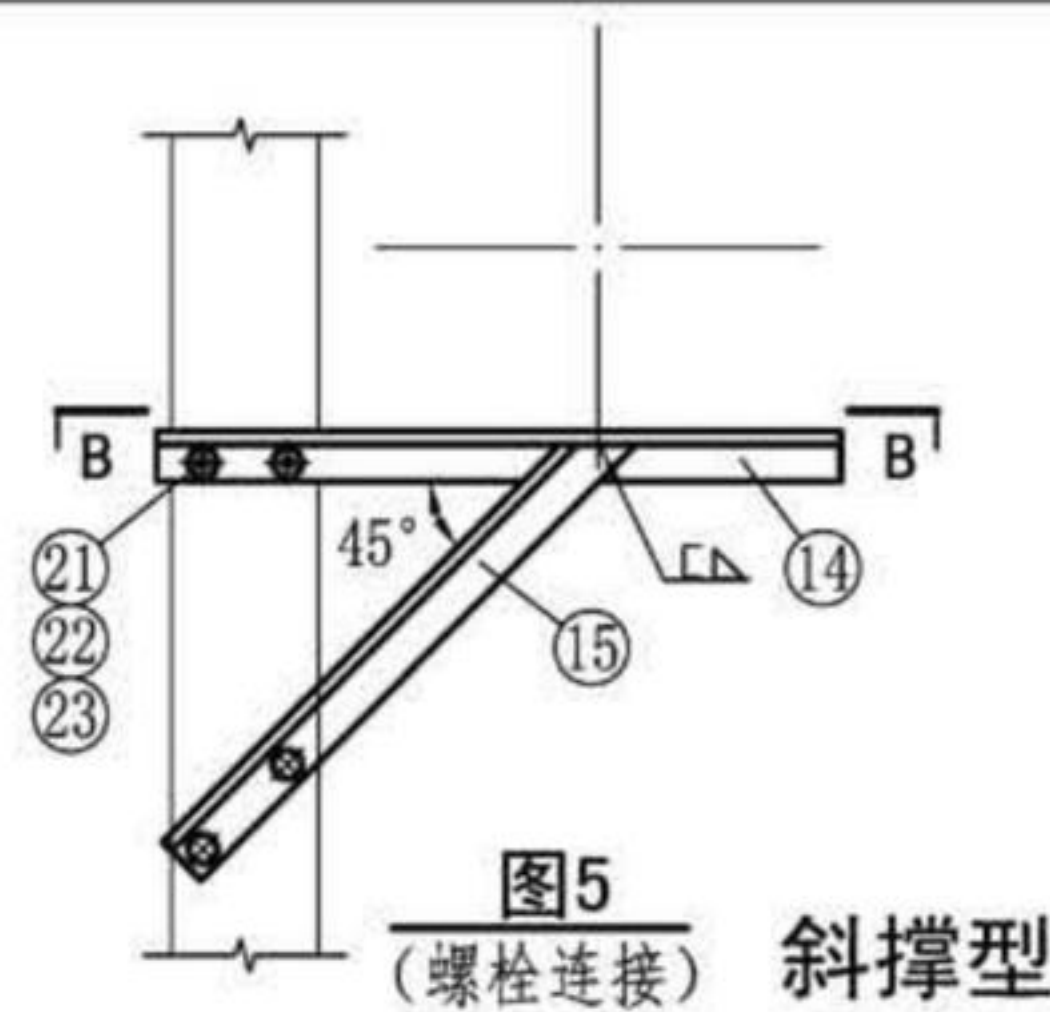

图5
3. 风管与横梁固定方式见第42页图1~图3、第43页图1~图2及第44页图1~图5。